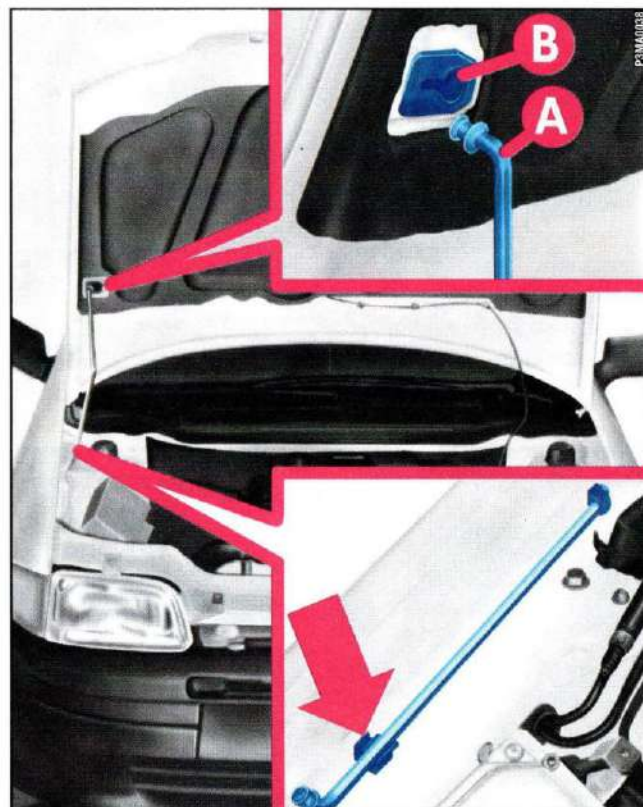

fig. 73
3) Sollevare il cofano e contemporaneamente liberare l'asta di sostegno **A**-fig. 73 dal proprio dispositivo di bloccaggio.
1) Tenere sollevato il cofano con una mano e con l'altra togliere l'asta **A-fig. 73** dalla sede **B** e rimetterla nel proprio dispositivo di bloccaggio.